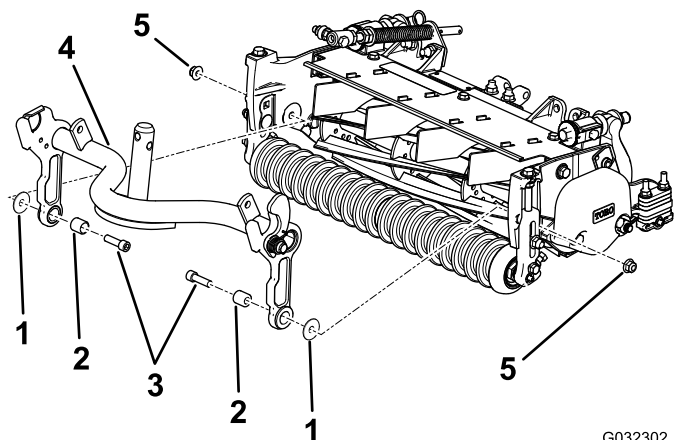

Figura 5
- In quegli stessi punti, installate un bullone (3/8 x 1-1/4 poll.), un nuovo distanziale e la rondella precedentemente rimossa e fissateli con il dado fornito nel kit (Figura 5).